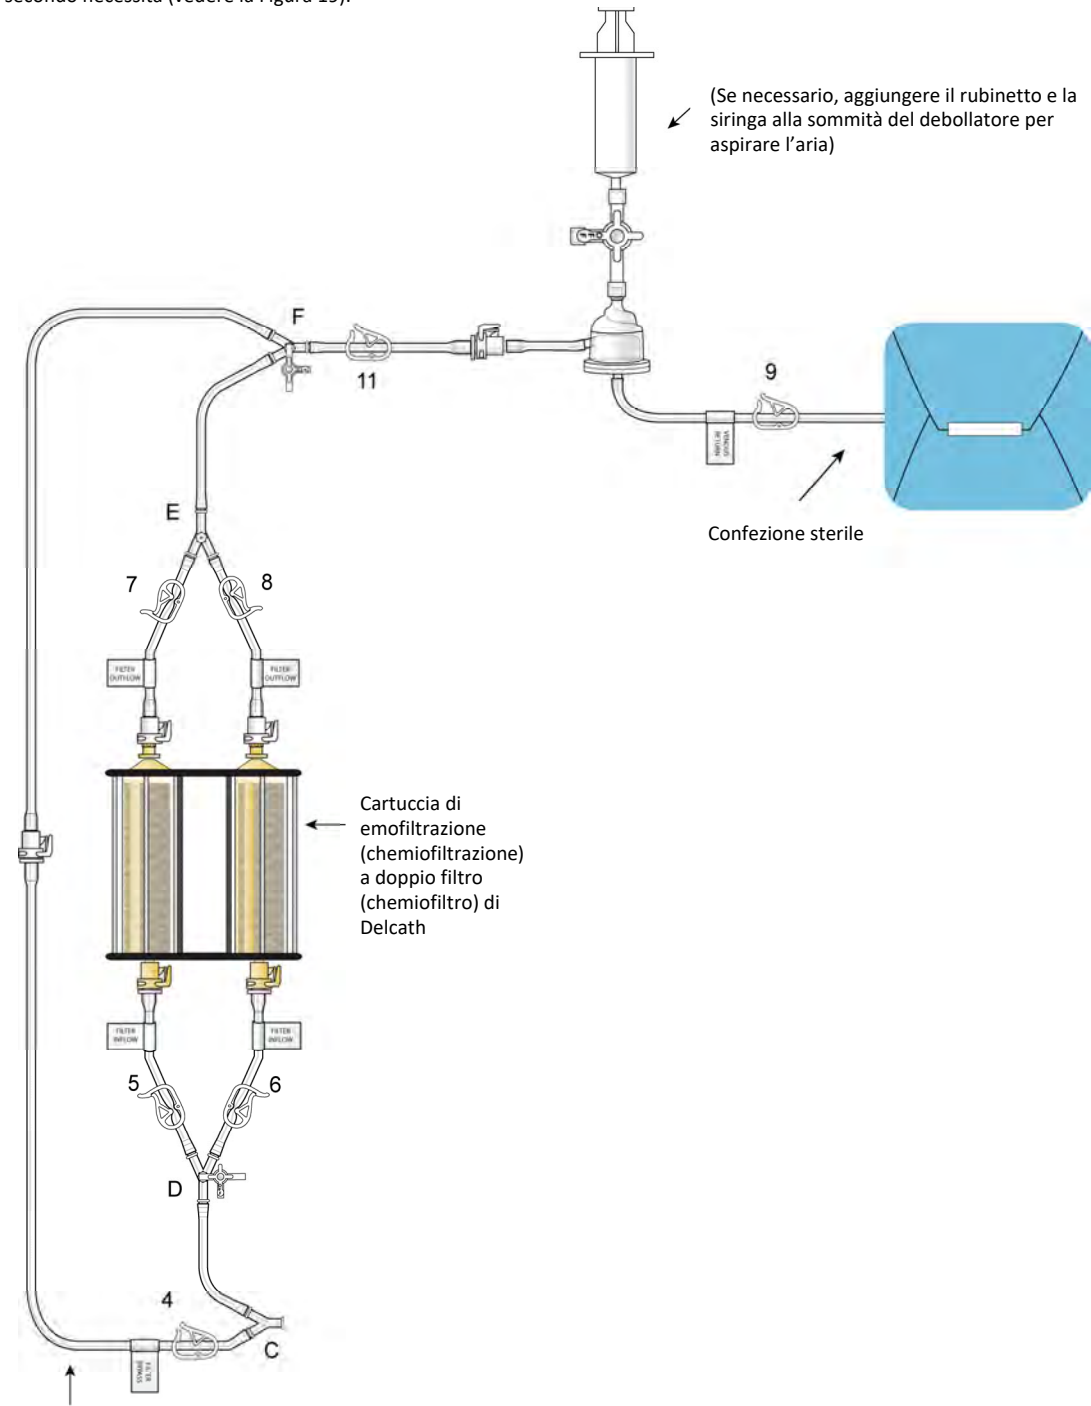

Figura 19
- (d) Eseguire il priming della linea di ritorno venoso e del debollatore aprendo i morsetti 4, 11 e 9; collegare il rubinetto al debollatore e utilizzare la siringa per aspirare l'aria secondo necessità (vedere la Figura 19).